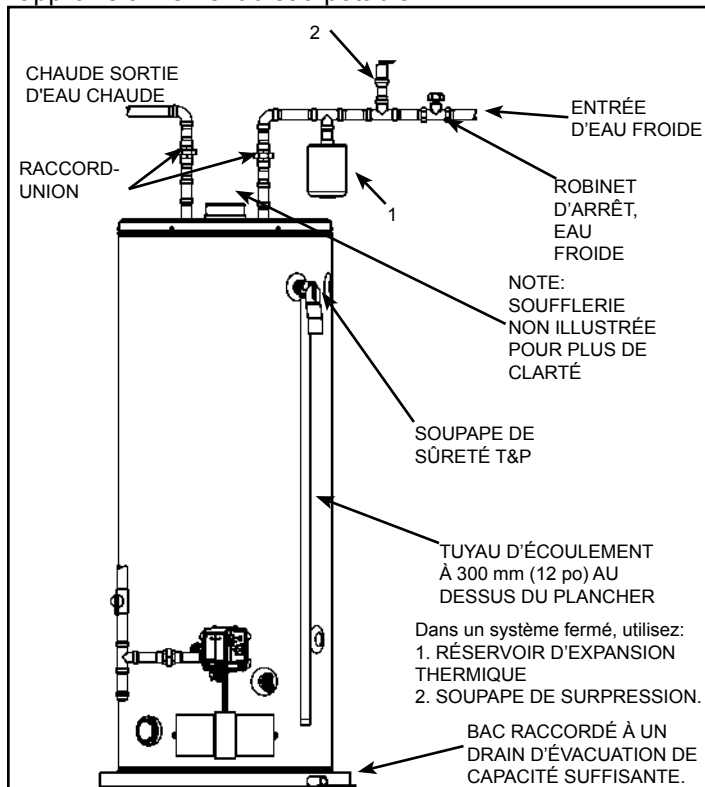

Figure 27
La tuyauterie, les raccords et la robinetterie devraient être installés en conformité avec le schéma d'installation (Figure 27). La pression d'alimentation en eau ne doit pas dépasser 550 kPa (80 psi). Si la pression est trop élevée, il peut s'avérer nécessaire d'installer un réducteur de pression ou un réservoir d'expansion. Le réducteur de pression devrait être installé sur la canalisation d'alimentation principale en eau de la maison afin d'assurer un équilibre entre les pressions des canalisations de distribution d'eau froide et d'eau chaude.
1. La tuyauterie, les raccords et la robinetterie devraient être installés comme illustré à la Figure 27. Raccordez la canalisation d'alimentation en eau froide (3/4 po NPT) au mamelon identifié par la lettre "C", ou le mot "COLD". Raccordez la canalisation d'alimentation en eau chaude (3/4 po NPT) au mamelon identifié par la lettre "H", ou le mot "HOT".